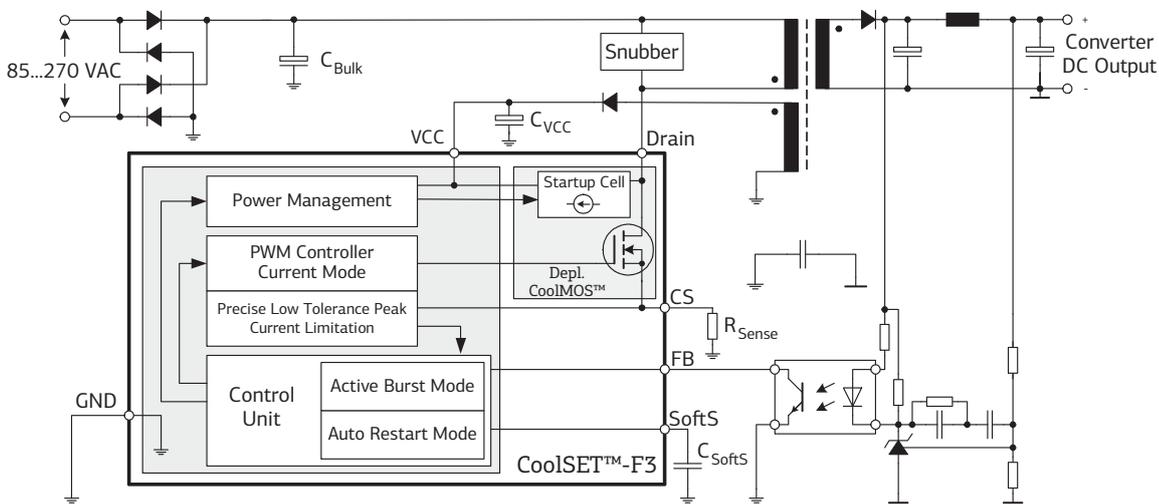

Рис. 47. Схема AC/DC источника питания на основе CoolSet.
Coolset — это высоковольтный силовой полевой транзистор, выполненный по технологии CoolMos, и схема аналогового и цифрового контроля в едином корпусе. Микросхема используется для построения гальванически развязанного, регулируемого преобразователя напряжения со всем комплексом необходимых защит (защита по току, защита от перегрева, защита от пониженного и повышенного напряжения питания). При этом требуется минимум внешних компонентов. Рабочая частота схемы 67 и 100 кГц. Схема Coolset может применяться как для DC/DC так и для AC/DC преобразователей напряжения мощностью до 120 Вт при переменном (50 Гц) входном напряжении 85...265 В или до 240 Вт при напряжении 195...265 В. Работа от более низкого входного напряжения возможна при снижении мощности источника питания. Схема обратноходового преобразователя напряжения с использованием Coolset представлена на рис. 47.
Для построения источника питания по схеме, по казанной на рис. 47, необходимо в первую очередь решить следующие вопросы:
- рассчитать остальные (см. рис. 47) элементы схемы.